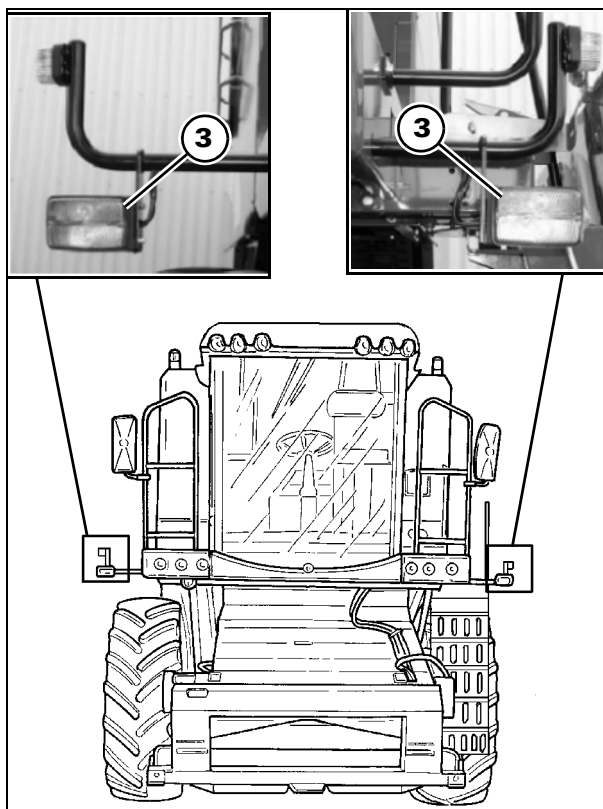

Рис. 93
- при первой сборке комбайна или при замене шин другими шинами из числа сертифицированных (см. таблицы на стр. 11-2) необходимо отрегулировать положение габаритных фонарей и передних стояночных фонарей (3), чтобы они соответствовали габаритным размерам машины (Рис. 93).